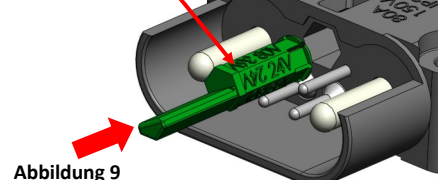

Abbildung 9
- b. Den Stecker nach vorn drücken, wobei sichergestellt wird, dass der Stecker richtig ausgerichtet ist (Abbildung 9)